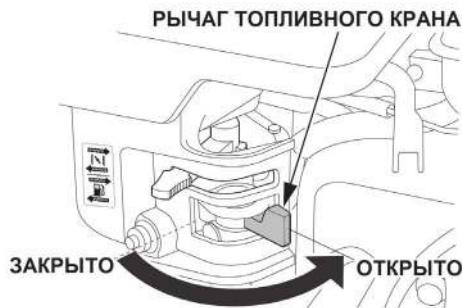

Рис. 20 Рычаг топливного крана
- Откройте топливный кран переводом рычага вправо (Рис. 20).